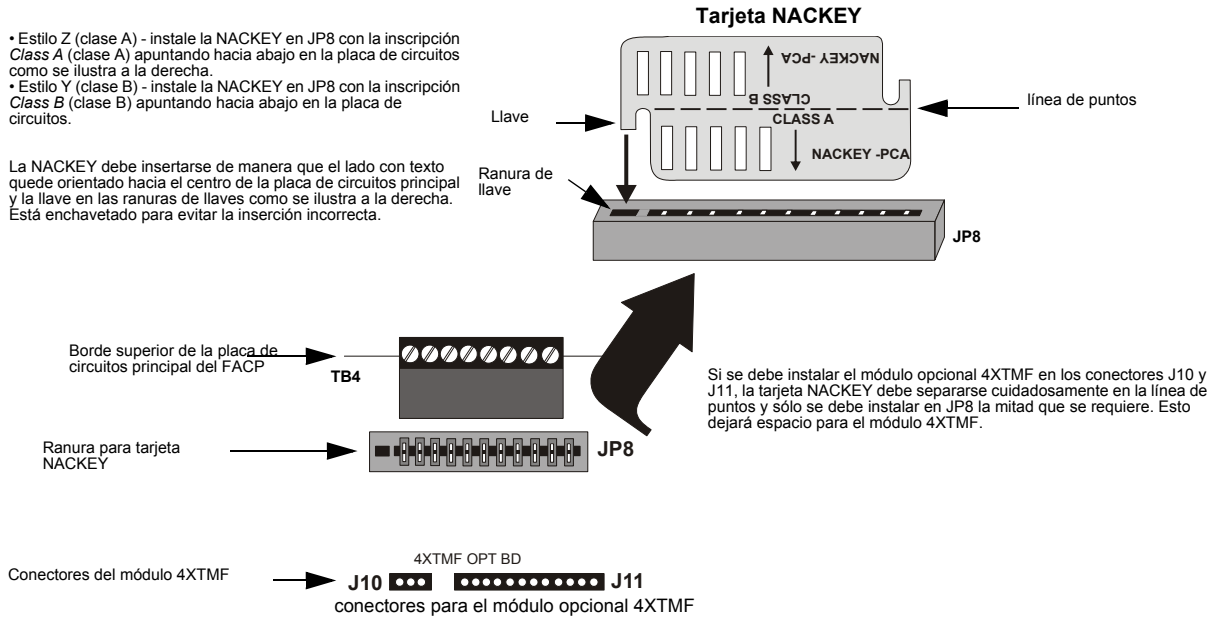

Figura 2.6 Configuración de los NAC con NACKEY
Los circuitos de aparatos de notificación en la placa de circuitos principal se configuran para estilo Y o estilo Z a través de la orientación adecuada de la tarjeta NACKEY en JP8, que se encuentra en la parte superior de la placa de circuitos principal cerca del terminal TB4 del NAC. La configuración predeterminada es estilo Y (clase B). Consultar la figura 2.6 para obtener información sobre la instalación de la tarjeta NACKEY.
3. La tarjeta NACKEY debe separarse por la línea de puntos a fin de permitir la conexión del módulo 4XTMF (consultar la figura 2.6 en la página 48 para obtener información más completa)